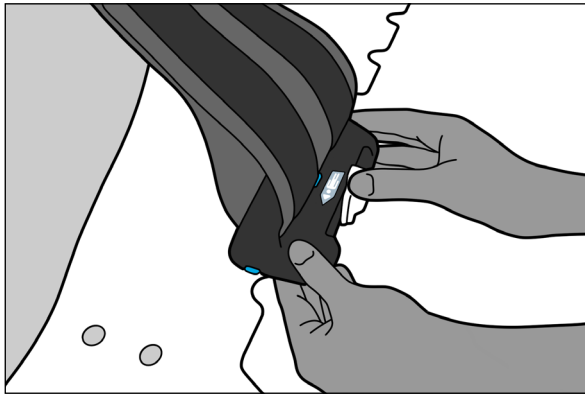

Fig. 8
5. Ruotare la leva in senso orario per bloccare il morsetto sul dispositivo (Fig. 8).